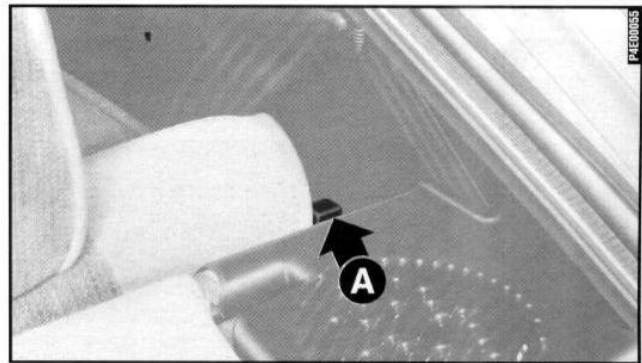

fig. 67
3) Desengatar o encosto, movendo as alavancas laterais **A-fig. 67** no sentido da seta.